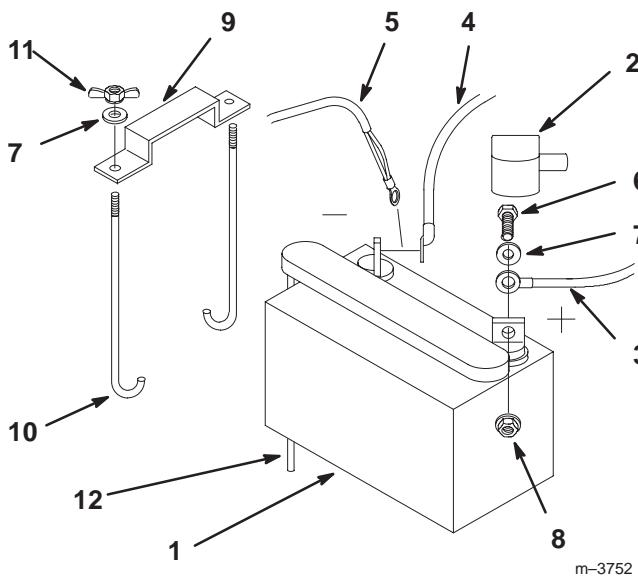

Bild 8
1. Stellen Sie die Batterie so auf ihre Standfläche, dass die Klemmen in Richtung Motor weisen (Bild 8).
4. Sichern Sie die Kabel mit zwei Schrauben (1/4 x 3/4’’), Scheiben (1/4’’) und Sicherungsmuttern (1/4’’) ab (Bild 8).
6. Sichern Sie die Batterie mit J-Schrauben, der Halteleiste und zwei Scheiben (1/4’’) sowie zwei Flügelmuttern (1/4’’) ab (Bild 8).